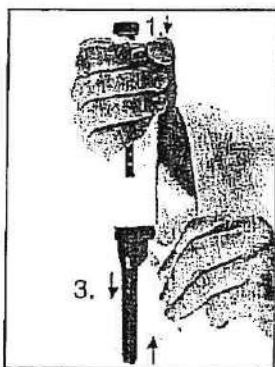

Fig. 8
2. Situe la horquilla de la llave entre el expulsor de puntas y el collar, liberando el mecanismo de cierre (Fig. 8).